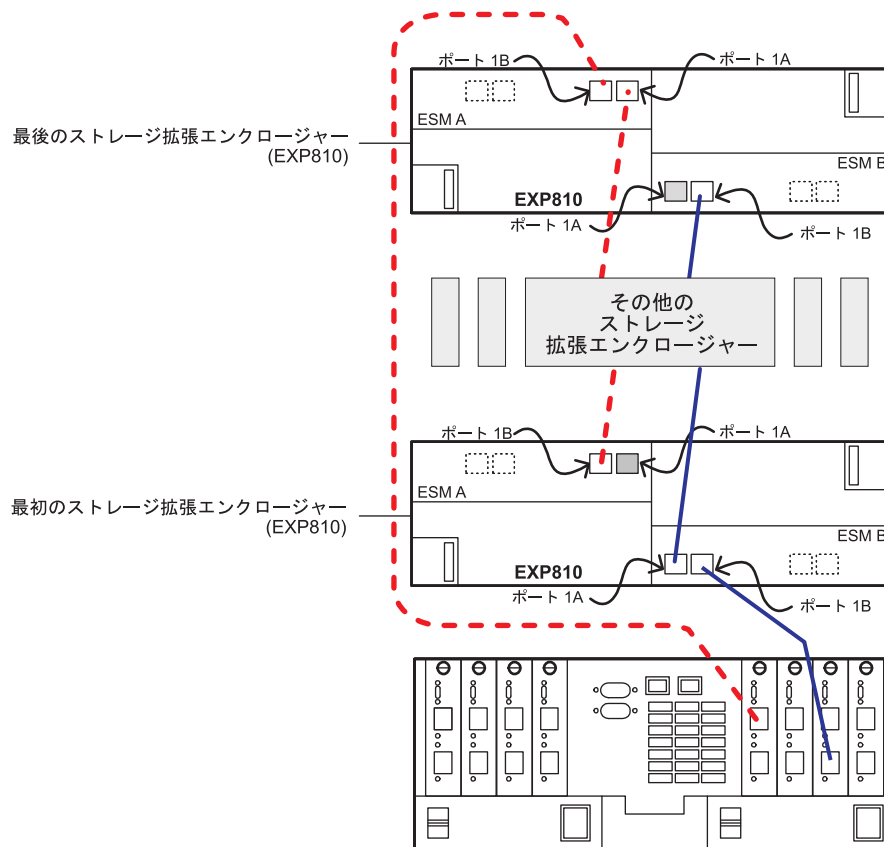
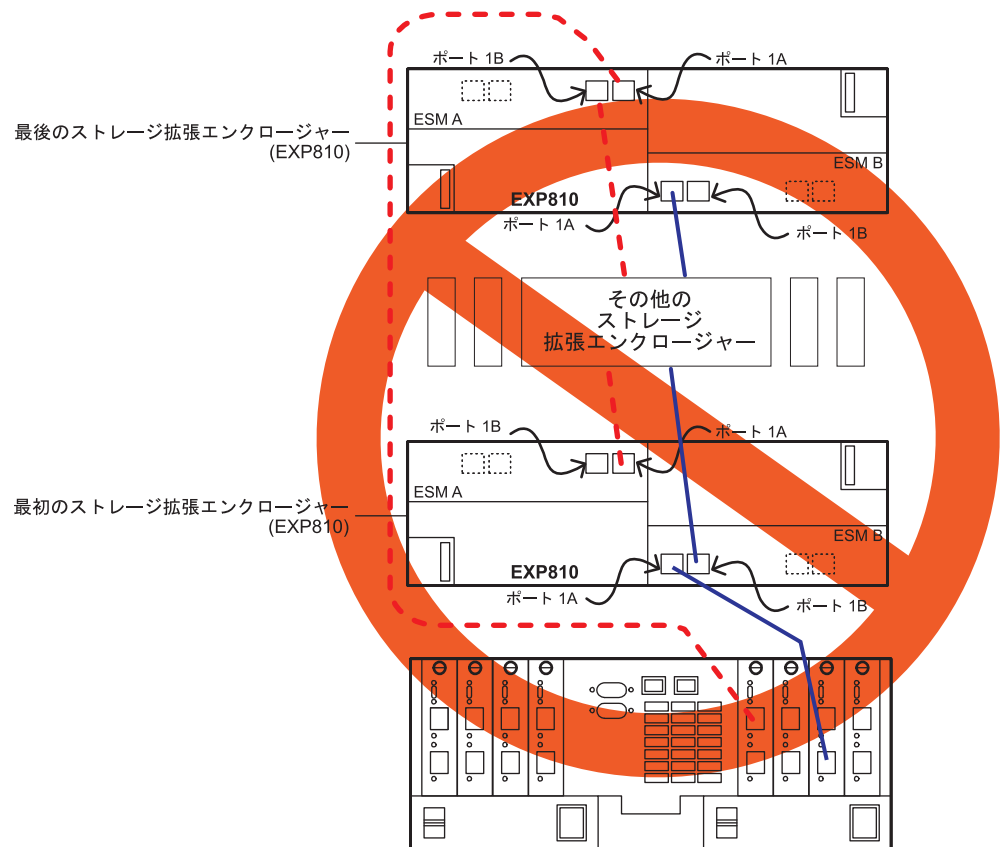

図 16. EXP420/EXP520/EXP810/EXP5000 ストレージ・エンクロージャーのポート 1B へのサ
図 17. EXP420/EXP520/EXP810/EXP5000 ストレージ・エンクロージャーのポートへのサポートされないケーブル接続
- ストレージ・サブシステムのドライブ拡張ポートは常に EXP420/EXP520/EXP810/EXP5000 ストレージ・エンクロージャー・ポート 1B に接続する必要があります。66 ページの図 16 は、EXP420/EXP520/EXP810/EXP5000 ストレージ・エンクロージャーの 1B ポートがストレージ・サブシステムのドライブ拡張ポートに正しくケーブル接続されている例です。67 ページの図 17 は、ストレージ・サブシステム・ドライブ拡張ポートから、1A というラベルが付けられた正しくない EXP420/EXP520/EXP810/EXP5000 ストレージ・エンクロージャー・ポートへ接続されている、正しくないケーブル接続の例です。